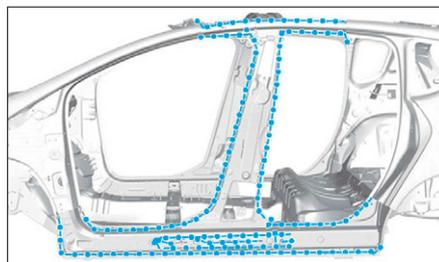

FIG. 77
- Préparer les zones d'accostage et les protéger par un apprêt soudable (Fig.77).